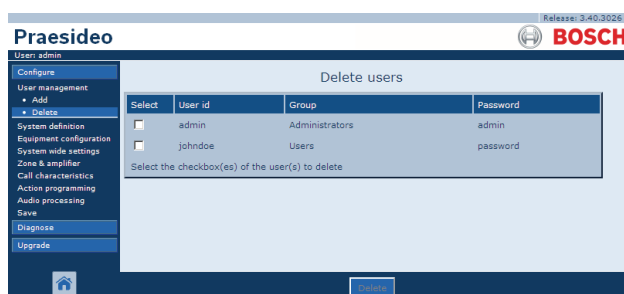

Abb. 41.5: Benutzer löschen, Schritt 1
- 1 Rufen Sie *Configure User management Delete* auf. Im Mainframe der webbasierten Benutzeroberfläche erscheint ein Bildschirm, der dem in Abb. 41.5 ähnelt.